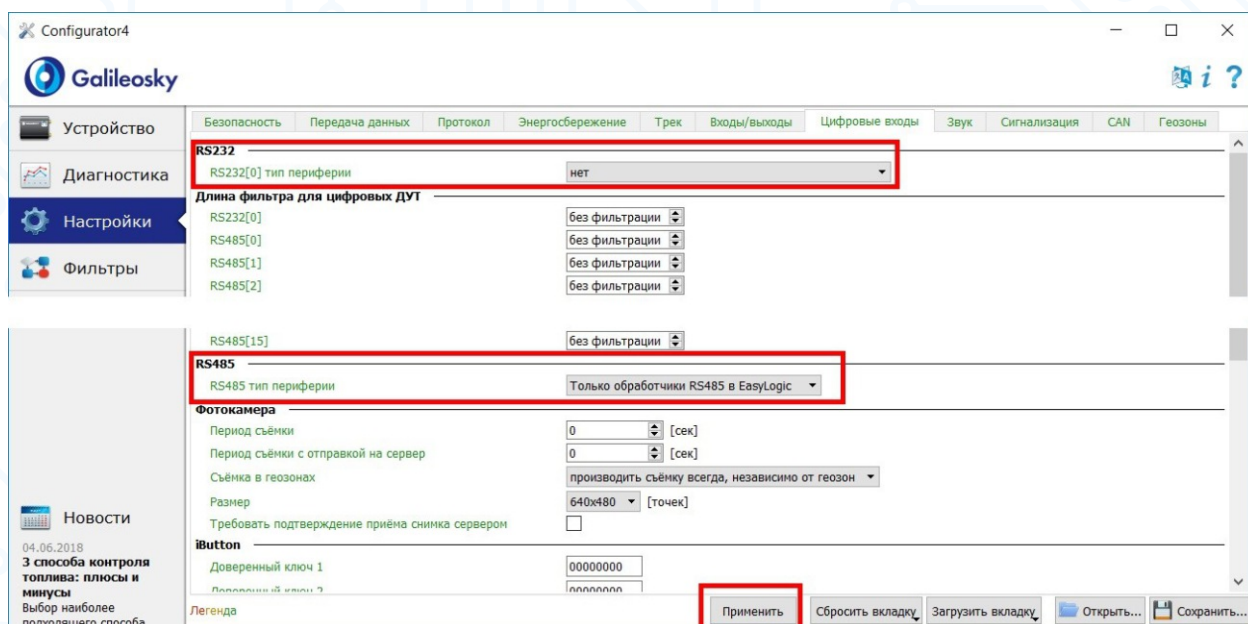

Рисунок 4
- Перейдите во вкладку «Настройки» ⇒ «Цифровые входы» (рисунок 4).